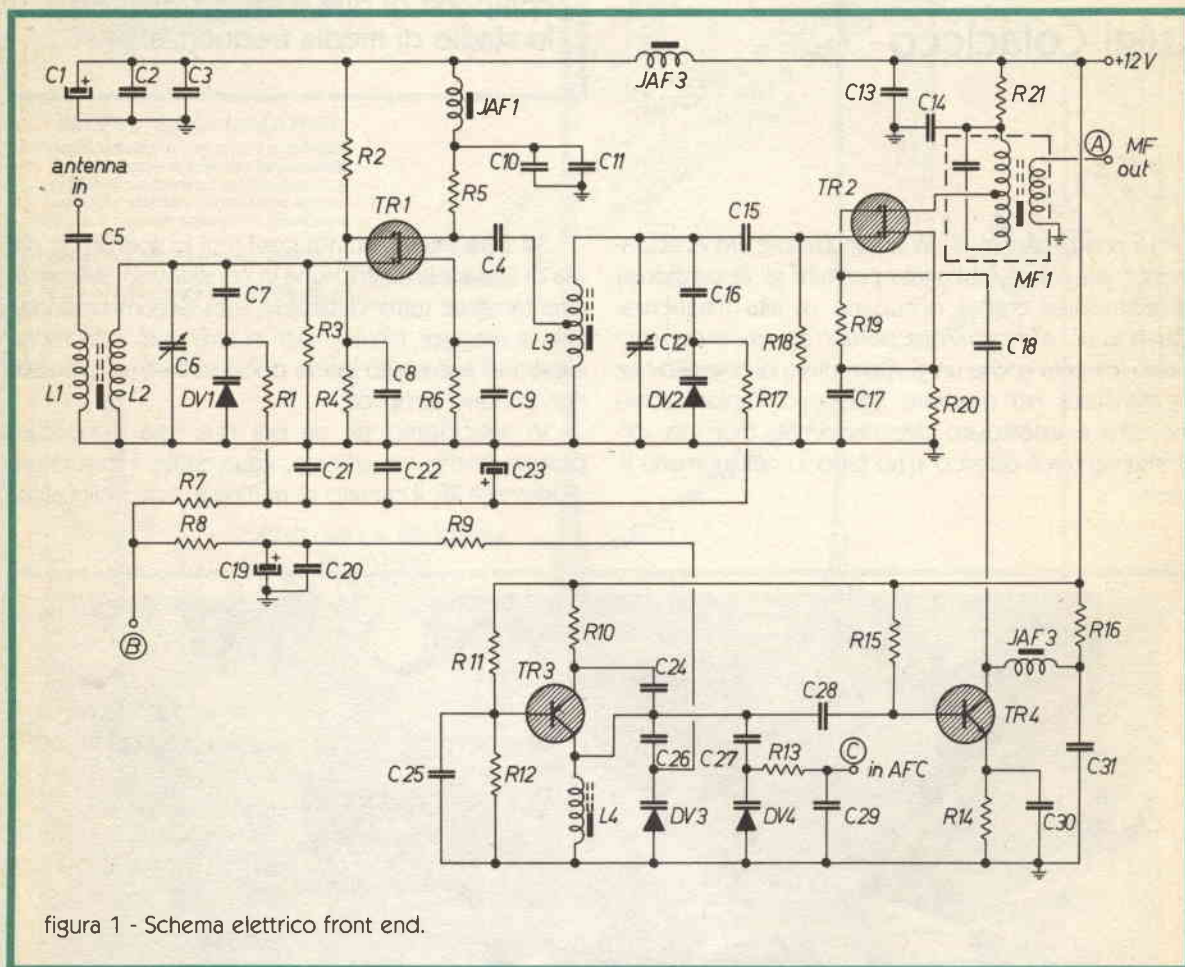

figura 1 - Schema elettrico front end.
Noterete senz'altro che nel front end (figura 1) non abbiamo usato il solito integrato tuttofare (leggi SO42P), perché in questa sezione i mosfet offrono delle prestazioni assolutamente superiori.
Il segnale di conversione a 10,7 MHz è disponibile al punto A di figura 1, che fa capo al secondario di MF1, un comune trasformatore di media frequenza a 10,7 MHz.
Passiamo ora a vedere come funziona il successivo stadio di media frequenza. Lo schema è quello di figura 4. Al punto A arriva il segnale di media frequenza che avevamo lasciato al corrispondente punto di figura 1. TR5 è un amplificatore aperiodico dal guadagno elevato; notate la mancanza della solita media frequenza nel circuito di collettore. Ciò però non pregiudica affatto l'ottima selettività del circuito, in quanto questa è assicurata dalla presenza dei due filtri ceramici FC1-FC2.
Una volta finito il montaggio è necessario unire tra di loro elettricamente le due basette; per fare ciò basta collegare i punti A, B e C di figura 1 con gli stessi di figura 4. Fatto ciò ricontrollate tutto il lavoro e solo quando siete certi che tutto è in ordine, concedetevi una pausa ristoratrice (una tazza di caffè ci sta bene) prima di passare alla fase finale del lavoro: la taratura.
1) staccare provvisoriamente il collegamento tra i punti A di figura 1 e figura 4;
5) disporre S1 in posizione AFC-off e regolare R39 affinché il voltmetro indichi la medesima tensione; fatto ciò occorre ripristinare il collegamento tra i punti A di figura 1 e figura 4, naturalmente dopo aver tolto il segnale al punto A.